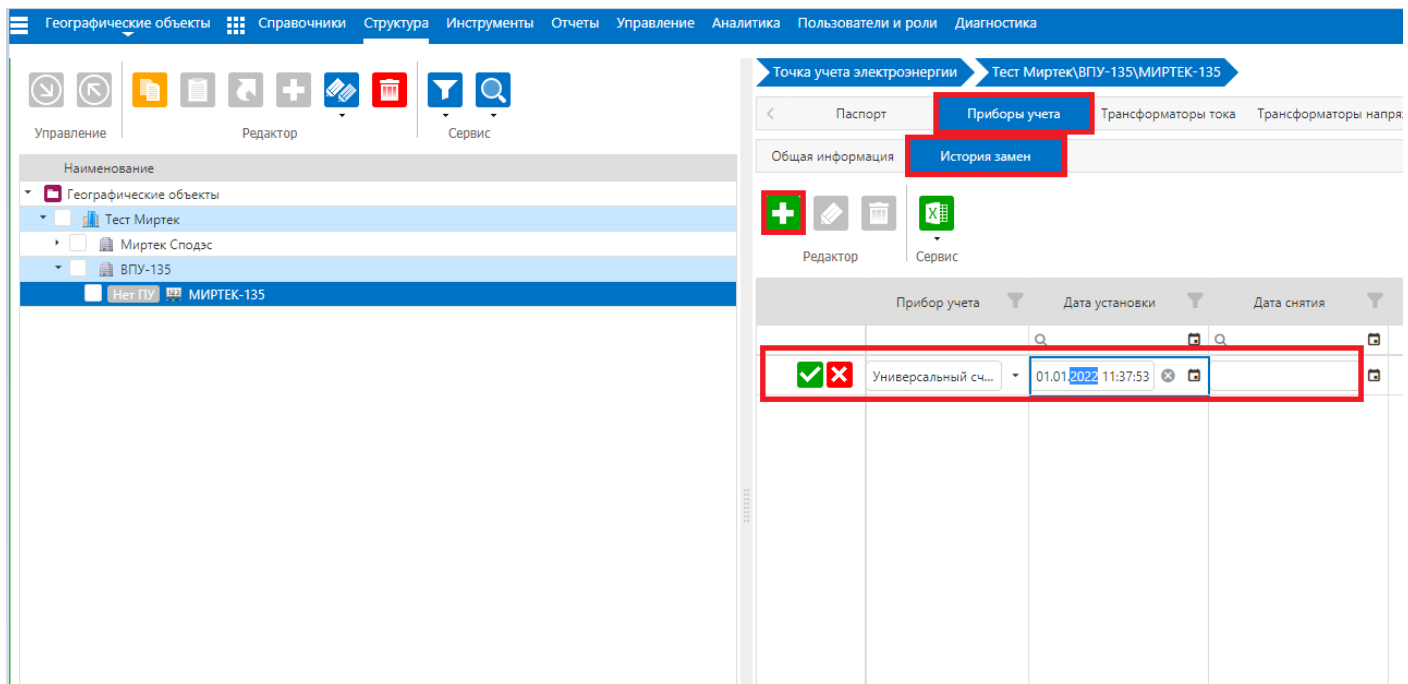

Рисунок 1.7.
1.2.5 Привязать к данному географическому объекту прибор учёта, рисунок 1.7.